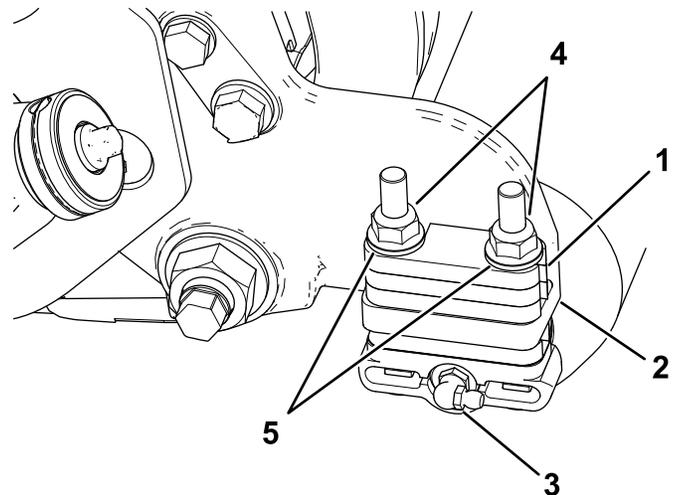

Figura 3
- Rimuovete il raccordo d'ingrassaggio per il rullo dal lato dell'elemento di taglio provvisto di alloggiamento della spazzola per rullo (Figura 3).
- Togliete i 2 dadi di bloccaggio flangiati e le 10 rondelle che fissano ciascuna staffa del rullo alle piastre laterali, **oltre a tutti i distanziali da 6 mm situati sulla parte superiore della flangia di montaggio della piastra laterale** (Figura 3).